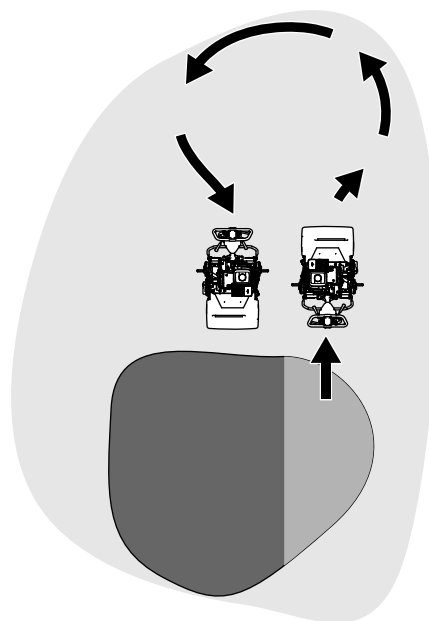

Figura 19
y realice un giro en forma de lágrima sobre el tambor de tracción (Figura 19).
1. Localice la palanca de engranado de la tracción en la caja de engranajes de la transmisión (Figura 19).